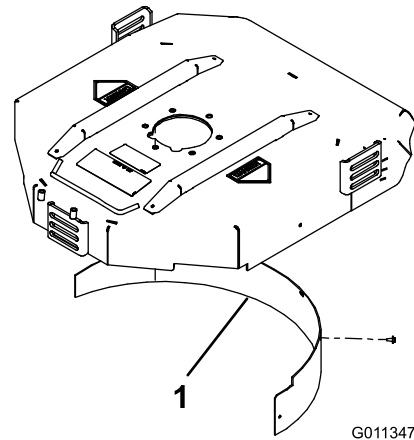

图8
2. 将碎草隔板装入后开口内并使用 5 个凸缘头螺栓进行固定 (图8)。